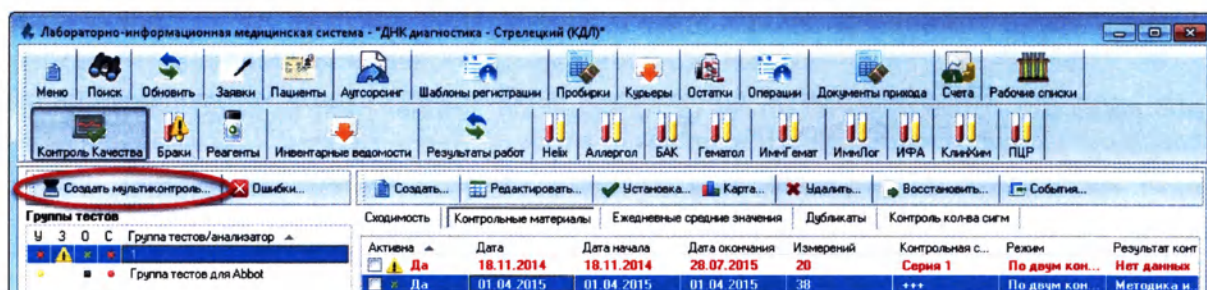

Рисунок 12.28
1. Нажмите кнопку «Создать мультиконтроль» (Рисунок 12.28):